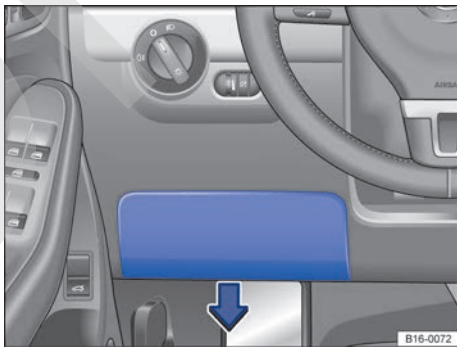

Fig. 185 En el tablero de instrumentos del lado del conductor: cubierta de la caja de fusibles.
- Tire de la parte inferior de la cubierta en el sentido de la flecha → fig. 185 y desmonte la cubierta hacia abajo.
- Para *montarla*, introdúzcala desde abajo en el tablero de instrumentos y presione en el sentido contrario al de la flecha → fig. 185 hasta que el bloqueo encastre de forma audible. ▶